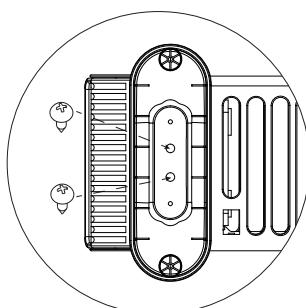

图4
- 4、按图4进行操作，将脚架用螺丝固定住，然后将整机正立后使用。